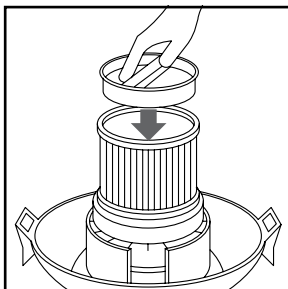

FIGURA 11
16. Coloque el retenedor del filtro sobre el filtro de cartucho. (FIGURA 11)